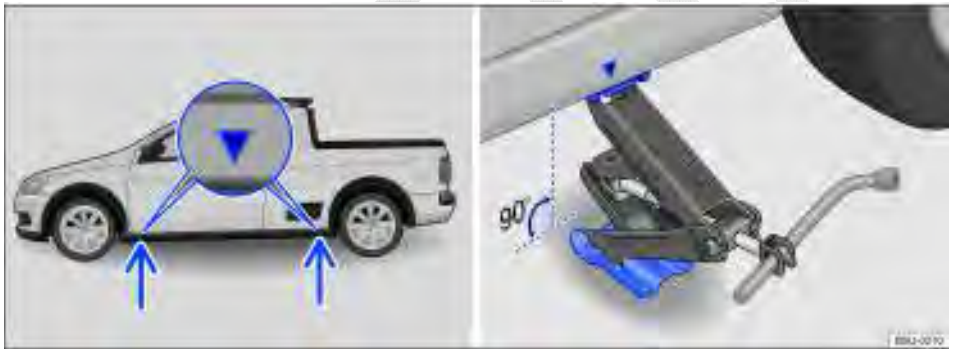

Fig. 169 Pontos de apoio do macaco e macaco posicionado no lado esquerdo traseiro do veículo.
O macaco somente pode ser posicionado nos pontos de apoio indicados (marcação na carroceria) ⇒ Fig. 169. É válido o ponto de apoio localizado próximo à roda correspondente ⇒ ⚠️.
8. Garantir que a base do macaco, com toda sua superfície, esteja sobre o chão e que a base se encontre perpendicularmente abaixo do ponto de colocação ⇒ Fig. 169.
9. Alinhar o macaco e, simultaneamente, levantar a garra do macaco até ela se encaixar na travessa debaixo do veículo ⇒ Fig. 169.
- Posicionar o macaco somente nos pontos indicados. A garra do macaco deve se encaixar no perfil da longarina de forma segura ⇒ Fig. 169.